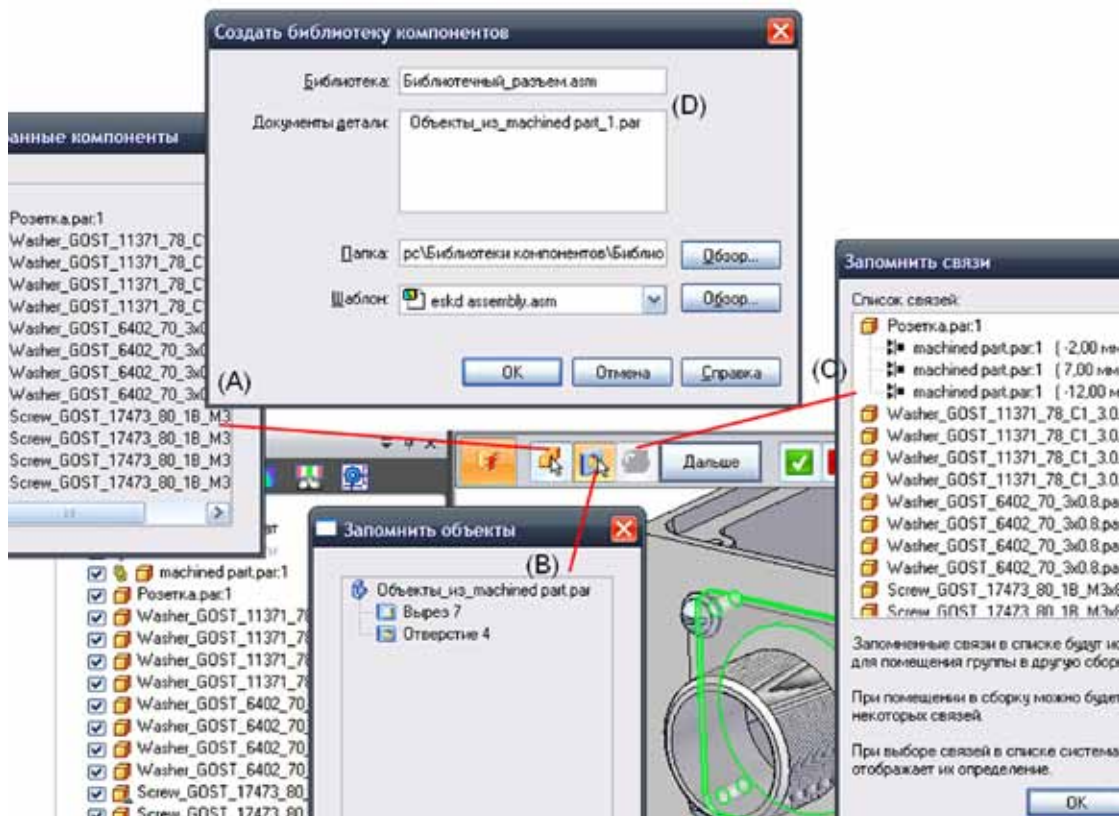

Рисунок 16. Определение набора библиотечных компонентов
Уникальный инструмент **Библиотеки компонентов** расширяет понятие библиотек деталей и сборочных узлов. В распоряжении конструктора есть интеллектуальные средства размещения деталей с одновременным изменением геометрии окружающих деталей. Например, при вставке электрического разъема в корпус прибора будут автоматически созданы необходимые вырезы в корпусе, как для самого разъема, так и для крепежа. Поэтому, в момент определения библиотечных компонентов конструктор может указывать не только отдельные детали, но и сборочные единицы и зависимые (ассоциативные) конструктивные элементы (Рисунок 16, (B)), при условии, что в набор компонентов входит родительская деталь. Также, автоматически запоминаются сборочные связи между компонентами, которые определяются в качестве библиотечных. Рисунок 16 демонстрирует пример, где в библиотечный набор входит электрический разъем и набор крепежных деталей (A), два конструктивных элемента **Вырез 7** и **Отверстие 4** в корпусной детали (B), которые ассоциативно связаны с соответствующей геометрией в разъеме, и, наконец, внутренние сборочные связи между разъемом и крепежными деталями и внешние сборочные связи, определяющие положение разъема относительно компонентов сборки (C). После того, как указан необходимый набор данных для создания библиотечного компонента, появляется финальное окно (D), где конструктор должен задать папку сохранения этого компонента, его наименование и шаблон.